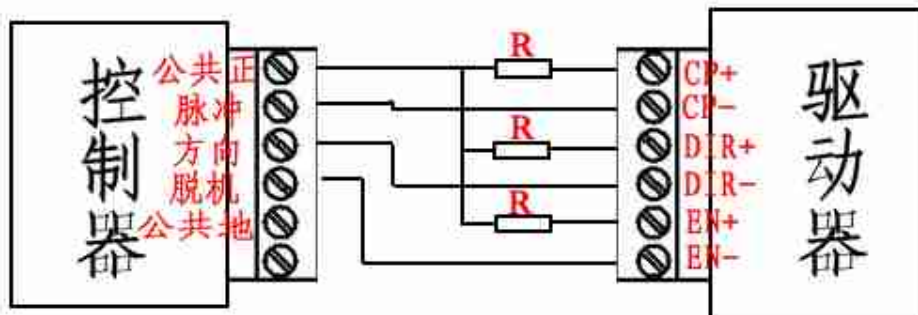

图 2
- a、共阳极接法：分别将 CP+，DIR+，EN+连接到控制系统的电源上，如果此电源是+5V 则可直接接入，如果此电源大于+5V，则须外部另加限流电阻 R，保证给驱动器内部光藕提供 8—15mA 的驱动电流。脉冲输入信号通过 CP-接入，方向信号通过 DIR-接入，使能信号通过 EN-接入（EN-为高电平时脱机）。如图 2：